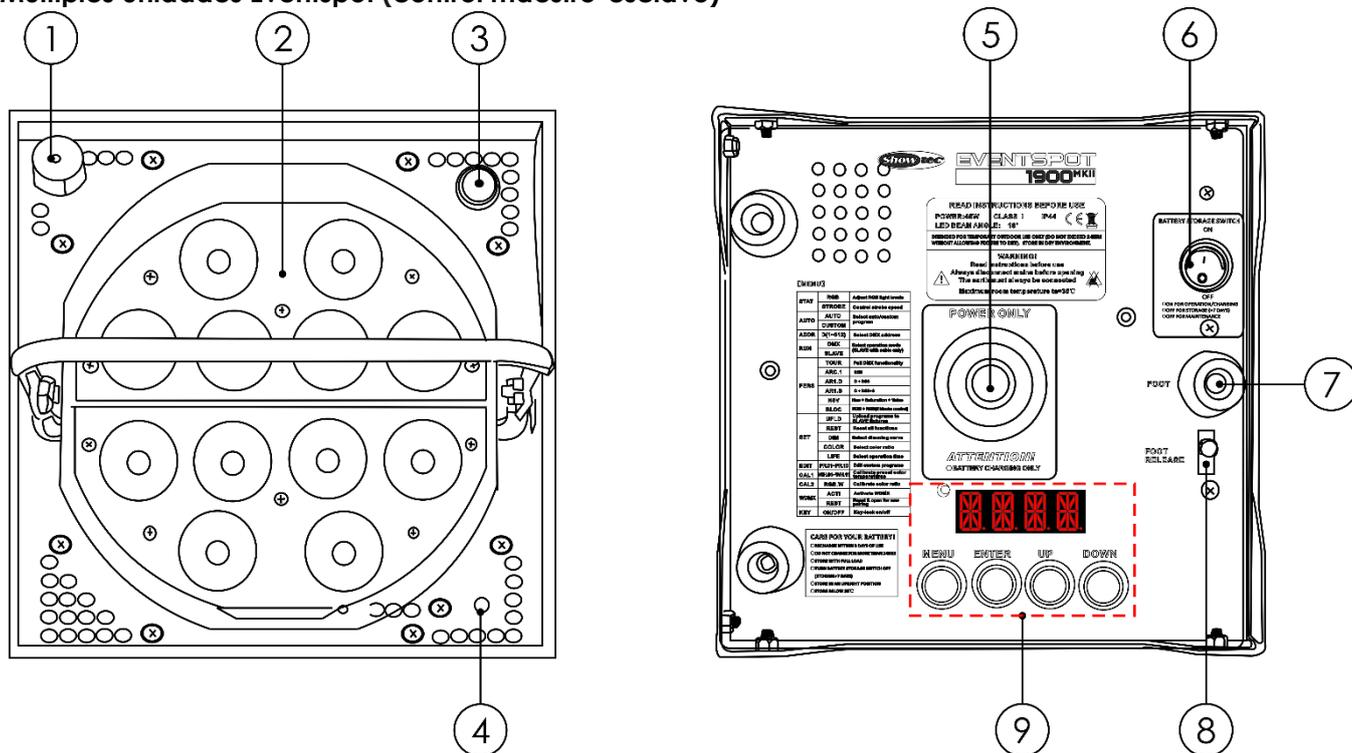

Fig. 03
- 02) Para apagar la unidad mantenga pulsado el botón de encendido (véase la Fig. 03, **número 3**) situado en la parte delantera. El LED POWER se atenuará.
- 03) Asegúrese de que el interruptor ON/OFF (véase la Fig. 03, **número 6**) situado en la parte inferior de su unidad Eventspot está establecido en ON (encendido).
- 05) Mientras que la batería se está cargando el LED rojo de carga (véase a Fig. 03, **número 4**) se iluminará.